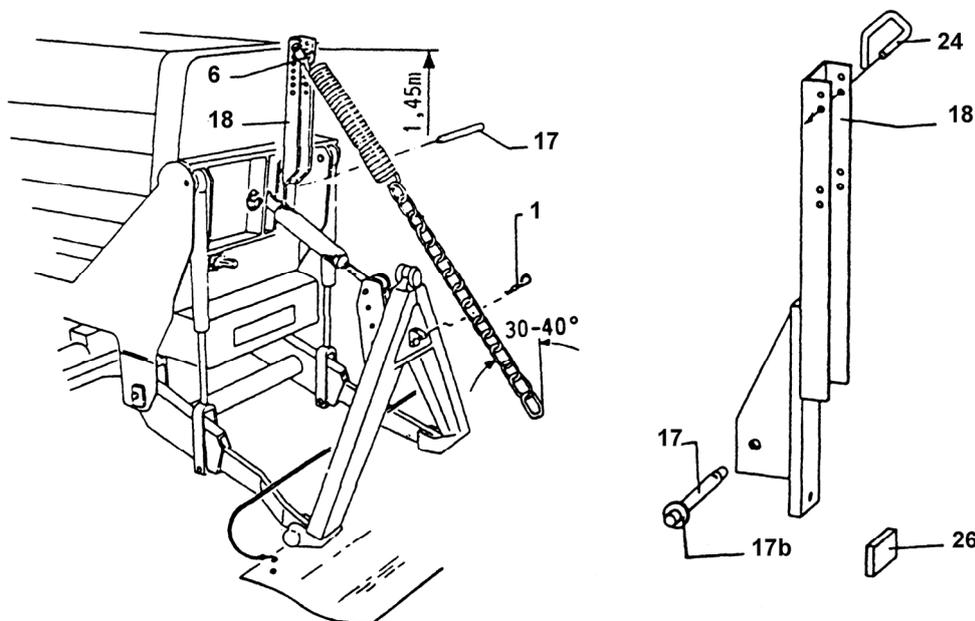

Bild 5
Andere Kuppeldreiecke gegen Ausklinken mit Federstecker (1) sichern (siehe Bild 5).
5. Anbau der Entlastungsfeder (Bild 5)
Bei den Mähwerken FTL wird in der Regel serienmäßig keine Entlastungsfeder mitgeliefert, da viele Traktoren eine eingebaute Entlastung in ihrer Fronthydraulik haben (Stickstoffblase, Federn). Da eine Mähwerksentlastung unverzichtbar ist, könnten als Zusatzgruppe Feder mit Federanker nach Bild 5, Best.-Nr. TFL 14-Z-1500/1 bezogen werden.